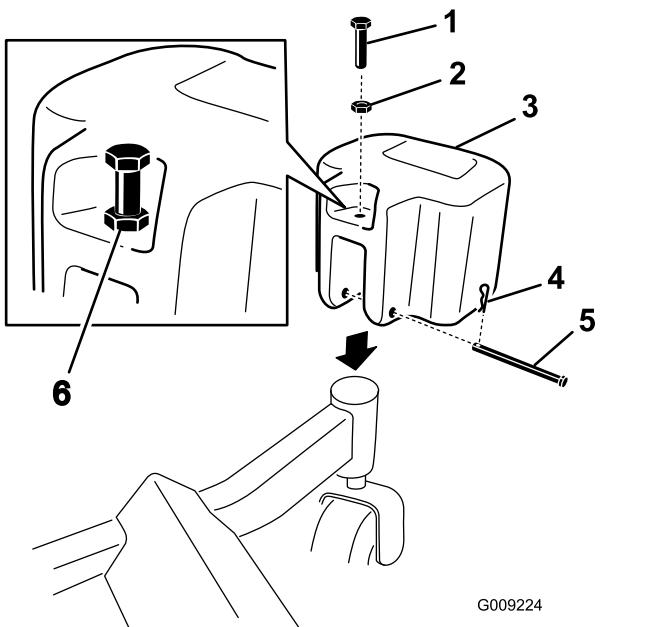

Figure 31
1. Montez les masses sur les roues pivotantes avant à l'aide d'un axe de chape et d'une goupille fendue (Figure 31).
2. Placez l'écrou ($\frac{3}{8}$ po) sur chaque boulon entièrement fileté ($\frac{3}{8} \times 1\frac{1}{4}$ po) et insérez les boulons dans chaque masse (Figure 31).